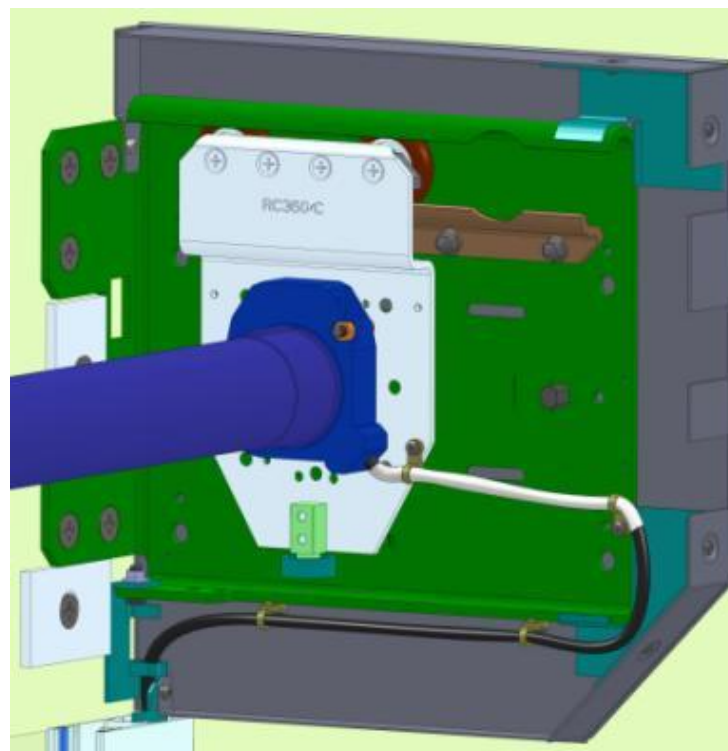

Рисунок 4.2. Монтаж комплекта крепежного для кабеля SFC/C
- С выводом кабеля по внешней части консоли ССМ см.рис.4.2;
**Внимание! Выбор схемы монтажа производится в зависимости от направления вывода привода механизма аварийного открывания роллет. Выбранная схема монтажа должна обеспечивать не соприкосновение вывода привода механизма аварийного открывания роллет с кабелем. При прочих равных основаниях рекомендуется выбирать схему с выводом кабеля по внешней части консоли ССМ см. рис.4.2.**